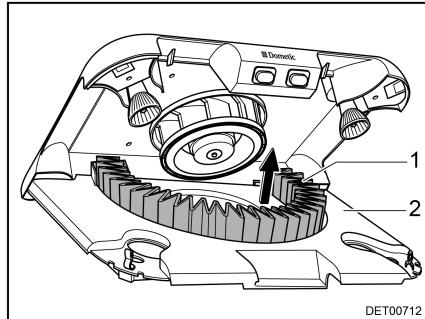

Fig. 117 Sostituire il filtro a carboni attivi
- Estrarre il filtro a carboni attivi (Fig. 117,1) dalla parte superiore del supporto.
- Spingere il supporto filtro (Fig. 117,2) verso l'alto finché non si innesta.